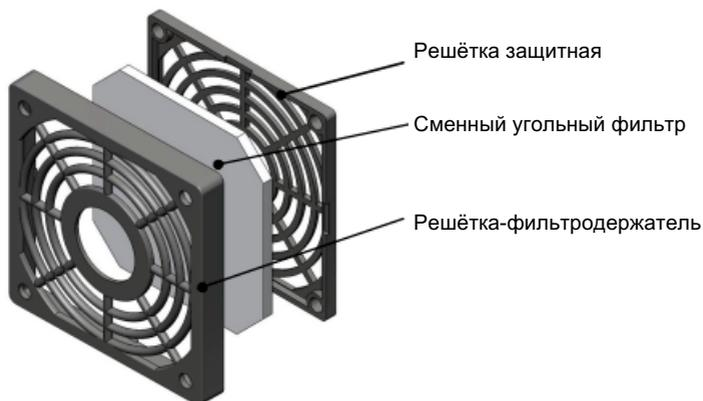

Рис. 1 Блок кассетный фильтровальный
- 5.5. На входе рециркулятора осуществляется фильтрация воздушного потока. Для этого рециркулятор оборудован специальным кассетным фильтровальным блоком со сменным фильтром (см. Рис. 1). Блок состоит из решётки защитной, сменного фильтра и решётки-фильтродержателя. Блок устанавливается на торцевую стенку рециркулятора при помощи винтов.